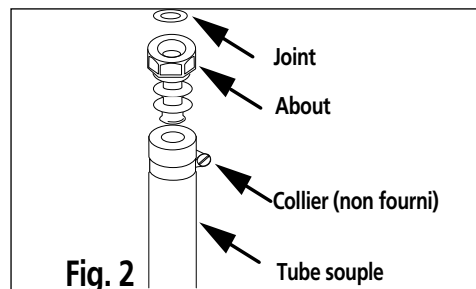

Fig. 2
2. Dévissez les 2 vis maintenant chacune des parois latérales (**fig.2**). Retirez les parois en les faisant pivoter autour des pattes de maintien situées à l'avant de la cavité (**fig.3**).
- soit, **dans le cas d'une installation existante**, par tube souple d'un diamètre intérieur de 6 mm (fig.2) monté sur un about approprié **équipé de colliers de serrage à ses deux extrémités.**
- soit, **dans le cas d'une installation existante**, par tube souple d'un diamètre intérieur de 15 mm (fig.2) monté sur un about approprié **équipé de colliers de serrage à ses deux extrémités.**
- Voir paragraphe 1.2 et fig. 2.
- Dévissez à l'aide de la clé fournie les injecteurs situés dans le fond de chaque pot et ôtez-les (**fig.2**).
- Avec un petit tournevis, vissez à fond ↻ la vis en laiton de chaque robinet (voir fig.2).
- Avec un petit tournevis, dévissez environ d'un tour ↻ la vis en laiton de chaque robinet (voir fig.2).
- Avec un petit tournevis, vissez environ d'un tour ↻ la vis en laiton de chaque robinet (voir fig.2).
- Torsadez soigneusement les brins (fig. 2).